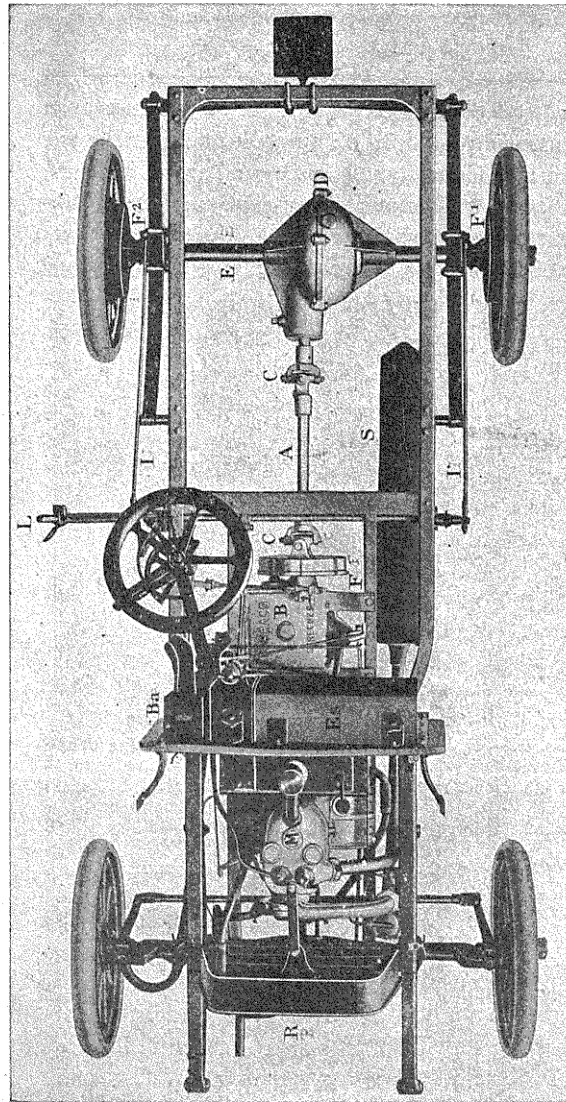
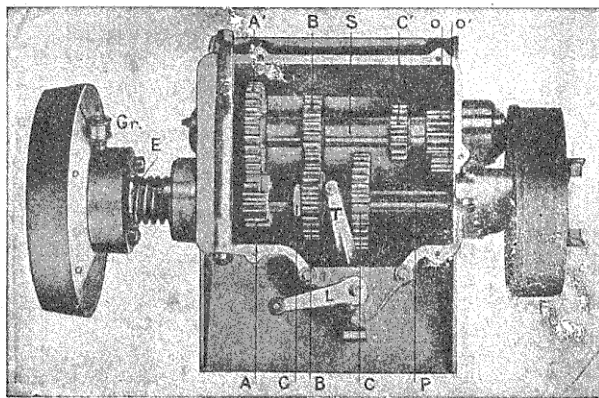

Fig. 172. — Chassis 8 chevaux Darracq 1905 (vue en plan).
Fig. 173. — Boîte de changement de vitesse Darracq
Sur une voiture d'occasion, il y aurait lieu de s'assurer de l'état du cône et du cuir. Si le cuir est usé, la voiture a déjà un long service ou l'embrayage fonctionne mal. Vérifiez les commandes. Sont-elles composées de tiges filetées réglables. Si non, la voiture est camelotée et il n'y a pas à s'en occuper plus longtemps. Examinez le cône mâle, il est généralement en aluminium. L'emploi de ce métal, treize fois plus léger que le fer, est nécessité par ce fait que, lors du débrayage, le cône mâle en rapport avec l'arbre de transmission *ne doit pas conserver de force vive*, donc ne pas être lourd comme un volant. Si le cône est en aluminium et que des efforts maladroits ont été faits, par exemple, pour le séparer du cône femelle, l'aluminium, qui est très cassant, a pu se fendre. C'est donc une pièce absolument à rejeter. De plus, ce cône mâle coulisse sur un arbre A. Il ne doit pas y avoir de jeu. A cet effet, un graisseur G (fig. 173), à graisse consistante ou à huile, lubrifie l'axe. Faites débrayer et efforcez-vous d'imprimer au cône des mouvements latéraux. S'il y a du jeu, le cône mâle entrera non concentriquement dans le volant et l'embrayage restera toujours très brusque.
Commençons par la boîte des vitesses. Considérez la figure 172. Vous voyez, faisant suite au moteur, une boîte B, un arbre A et l'essieu arrière E avec le différentiel D, qui, lui, est une vieille connaissance dont nous n'avons plus à parler. L'ensemble de B et de A constitue une transmission ; en F, vous voyez une boîte cylindrique, c'est la boîte d'un frein que nous étudierons plus loin.
Ouvrons la boîte B de la figure 172, nous apercevons ce que nous montre la figure 173 : deux arbres portant des roues dentées. L'un est l'*arbre secondaire* S ; il porte, lui, quatre roues dentées, *fixées* sur l'arbre dont l'une A' est *toujours* engrenée avec la *roue A solidaire du moteur*. Les roues de l'arbre secondaire sont fixes. L'arbre primaire *est en deux parties*. La roue A est solidaire du moteur, la seconde partie P de l'arbre tourne dans A et sur sa partie extérieure à A et *carrée* porte un train de deux roues
dentées qu'on peut faire coulisser sur l'arbre au moyen d'une *fourchette* T dont on aperçoit une branche sur la figure 173. Ce train se balade sur l'arbre, d'où son nom de *train baladeur*. Retenez bien que l'arbre primaire est en deux parties. La roue A est solidaire du
**Comment fonctionne cet ensemble ?** — A la grande vitesse, le baladeur est repoussé par le levier L et la fourchette T contre la roue A, les griffes G du baladeur entrant dans les encoches de A et, *comme le baladeur* est lui-même emmanché à carré sur l'arbre primaire, on a ainsi *verrouillé les deux tronçons* de cet arbre. La force du moteur est donc transmise *directement* à l'arbre A de la figure 172. C'est la *prise directe*. Aucun engrenage n'est en prise, puisque, dans cette position, la roue B est venue se loger entre A' et B' et la roue C entre B' et C'. L'arbre secondaire S à cause de l'engrènement A'A invariable, *tourne fou*. En sorte qu'à la grande vitesse *toutes* les roues tournent, puisqu'elles sont toutes montées à pans carrés sur leurs axes, mais *aucune de celles du baladeur n'est en prise*. Elles tournent les unes *à côté* des autres. On évite ainsi un bruit d'engrenage et une déperdition de force.
On appelle *point mort* une position telle du train baladeur qu'*aucun engrenage* de l'arbre primaire P et de l'arbre secondaire S n'est en prise. Il s'agit, bien entendu, de la deuxième partie de l'arbre primaire, celle sur laquelle coulisser le baladeur. Dans notre figure 173, pour mettre les engrenages au *point mort*, il nous suffira de reculer le baladeur de façon que la roue C se loge entre C' et O. Dans cette position, si le moteur tourne il fait bien tourner la roue A et, par conséquent, l'arbre secondaire S par la liaison A et A', fatale, mais l'arbre primaire P reste immobile, ni ses roues B, C, ni ses griffes n'étant en prise. On dit que l'arbre secondaire S *tourne fou*.
L'arbre secondaire S, tourne, comme le cône tourne, avec lui, les roues de la partie supérieure de la figure 173, tandis que les roues B et C sont immobiles, puisqu'elles sont solidaires des roues de la voiture qui est immobile. Or, retenez bien ceci, ce qui doit dominer dans la conduite d'un changement de vitesse, c'est le souci de *mettre au diapason de vitesse* les engrenages qui doivent s'épouser. Attendez donc que la force vive du cône soit presque éteinte, qu'elle ait amené une *quasi-immobilité* de l'arbre S pour vous rapprocher de l'immobilité de l'arbre P. Mettez le levier dans le cran indiqué. Vous voilà en première vitesse, les roues C et C' en prise. Vous lâchez doucement la pédale et la voiture démarre.
**Changements de vitesse à trains baladeurs multiples.** — Le train baladeur de la figure 173 ne nous donne que deux vitesses en réalité, la troisième étant en prise directe. On doit s'en contenter pour les voitures légères, jusqu'à 15 à 20 chevaux. Pour les voitures plus fortes, destinées à atteindre des vitesses de 70 à 80 kilomètres à l'heure et trop multipliées en grande vitesse, il est nécessaire d'avoir, pour réaliser les moyennes de marche utiles dans le grand tourisme, un nombre plus grand de combinaisons. Si une voiturette de 10 chevaux se contente de trois vitesses, 10, 20 et 40 kilomètres, une voiture de 20 chevaux aura tout avantage à avoir les multiplications de 16, 26, 40, 65 kilomètres, par exemple ; *la vitesse possible au démarrage étant sensiblement toujours la même, plus la différence entre elle et la vitesse maxima est grande, plus il est nécessaire de la combler par une progression à échelons nombreux*. Mais déjà, pour trois vitesses, l'arbre primaire P doit être *assez long* pour permettre le *complet dégagement* d'une paire de roues (une roue du primaire P, une au secondaire S),